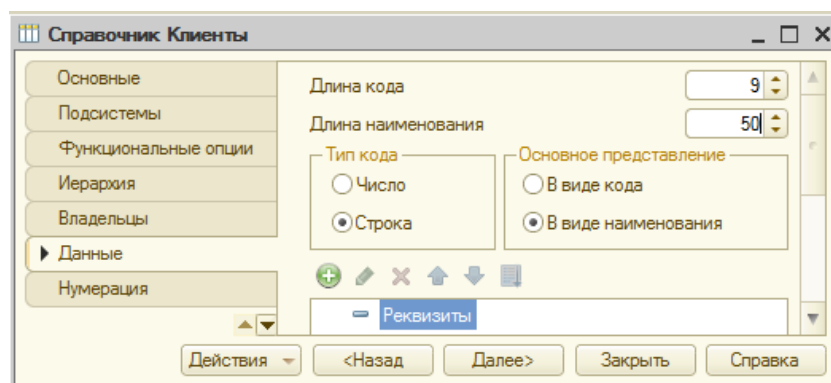

Рисунок 21 Редактирование справочника «Клиенты»
- На вкладке «Данные»: длина наименования – 50 (рис. 21).